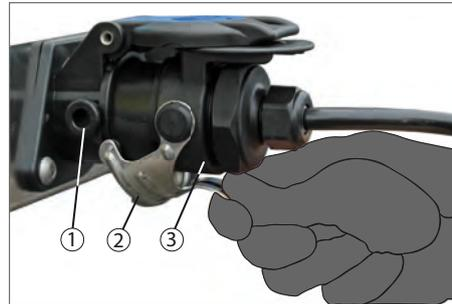
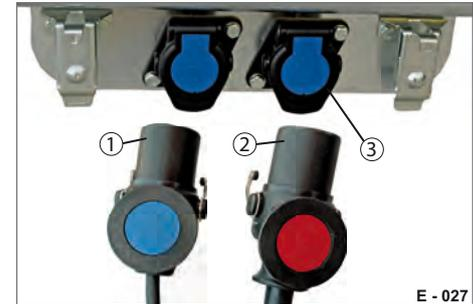

Abb. 9 Stecker entsichern
Abb. 10 Parkposition an Rohrzugdeichsel
- ▶ Am Bügelverschluss (Abb. 9/2) ziehen. Der Bügelverschluss dreht sich aus den Verriegelungsnoppen heraus.
- ▶ Stecker (Abb. 9/3) aus der Parkdose (Abb. 10/3) herausziehen - nicht am Kabel ziehen.
- ▶ Elektrik-Stecker (Abb. 10/2) mit der Zugmaschine verbinden.